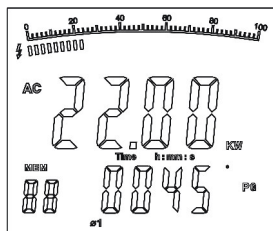

Figura 7
1. Premere SEL per selezionare la prima fase $\text{Ø}1$, vedere la figura 7. Il doppio display mostra il valore della potenza attiva kW e il valore PG della seconda fase 1.